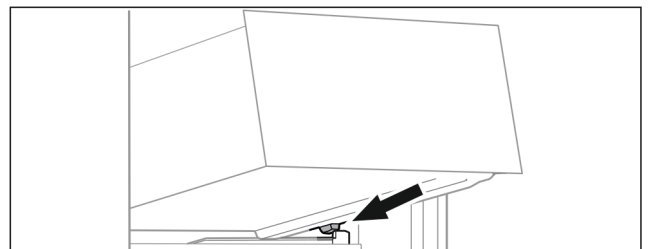

Fig. 60
- ▶ Lade schuin achter de stoppers op containerrib plaatsen. (zie Fig. 60)